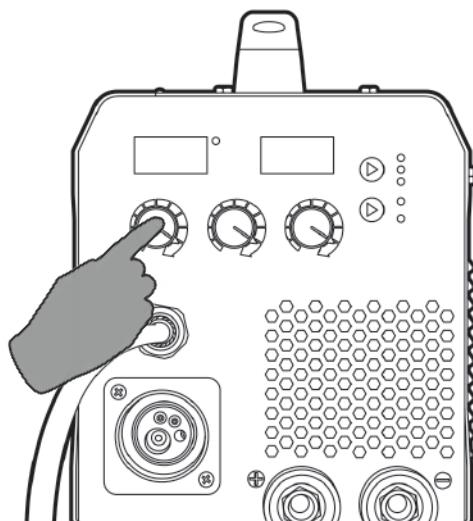

Рис. 11.6. Установка силы тока.
5. Установите необходимое значение силы тока (см. рис. 11.6).